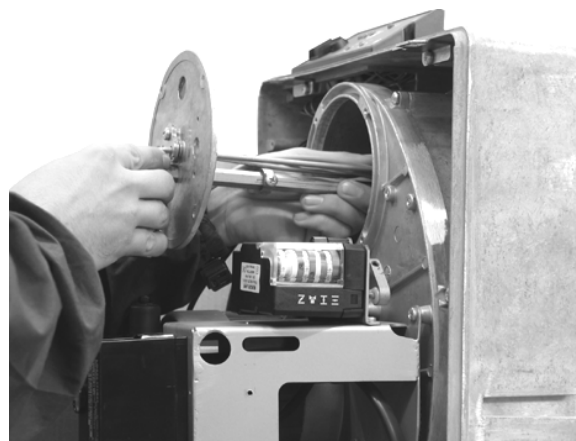

Fig. 25
- Extraer el cabezal de combustión de su alojamiento como se muestra en Fig. 25.